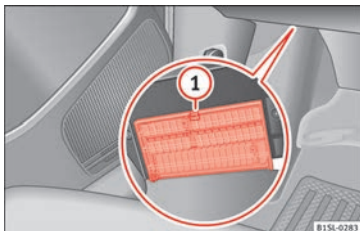

Fig. 143 Debajo del tablero de instrumentos del lado del conductor: tapa de la caja de fusibles.
- **Abrir:** presione la palanca de bloqueo **» fig. 143 1** hasta que sea posible abrir la cubierta. Abatir la cubierta hacia abajo.